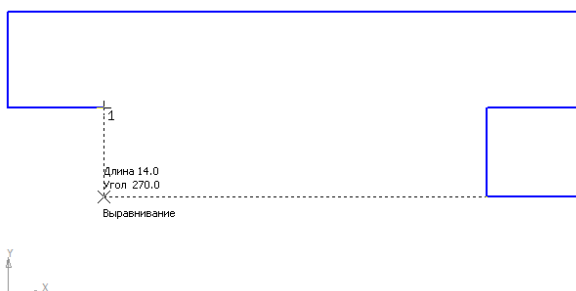

Рис.8
- вызовите щелчком ПКМ локальную привязку **Выравнивание** и зафиксируйте следующий вертикальный отрезок (рис. 8);